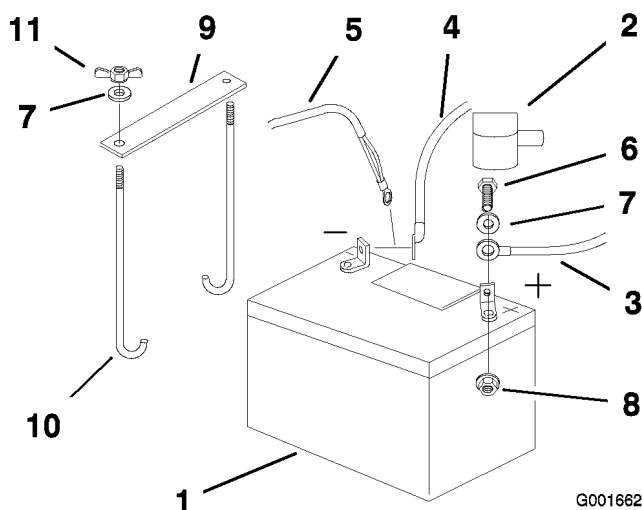

Figure 39
4. Commencez par débrancher le câble négatif et le câble de masse de la borne négative (-) de la batterie (Figure 39).
5. Ôtez le capuchon rouge de la borne positive (rouge) de la batterie. Débranchez ensuite le câble positif (rouge) de la batterie (Figure 39).
6. Retirez les deux écrous à oreilles (1/4 inch) qui fixent la barrette de maintien de la batterie (Figure 39).
- Placez la batterie dans son support en tournant les bornes vers le moteur (Figure 39).
- Fixez les câbles avec 2 boulons (1/4 x 3/4 po), 2 rondelles (1/4 inch) et 2 contre-écrous (1/4 inch) (Figure 39).
- Fixez la batterie en position avec des boulons en J, une barrette de maintien et 2 rondelles (1/4 inch), ainsi que 2 écrous à oreilles ((1/4 inch)) (Figure 39).